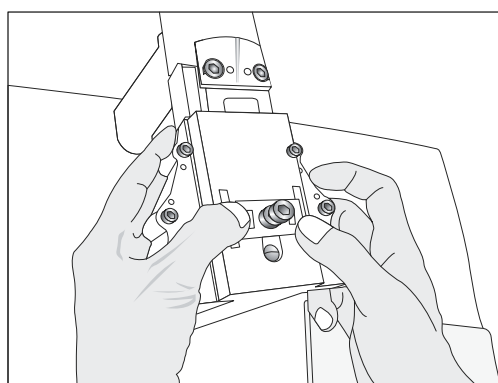

Figure 8
2. Poussez le corps vers le haut et réglez l'ensemble à la profondeur voulue. (Voir Figure 8)